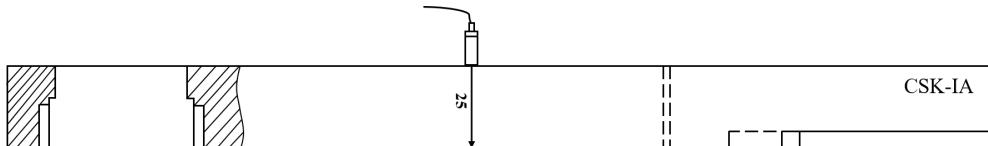

图 4.6 水平线性校验的探测区域
- 1) 将直探头移动至 CSK-IA 表面上, 对准 25mm 厚的大平底面, 如图 4.6 所示, 调整探头位置使屏幕上显示出 6 次回波, 并保持不动直至本项校验完成;